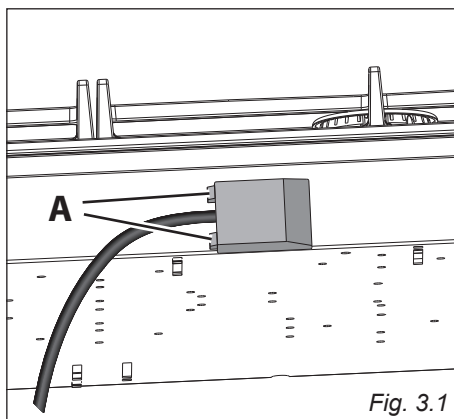

Fig. 3.1
- Sganciare il coperchio della morsettieria inserendo un cacciavite nei due agganci "A" (fig. 3.1).